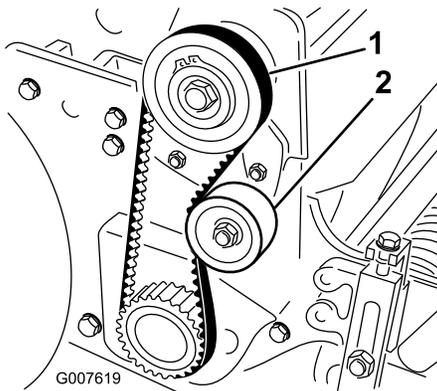

Figura 39
2. Compruebe la tensión presionando la correa en el punto intermedio entre las poleas (Figura 39) con una fuerza de 18–22 N (4 a 5 libras). La correa debe desviarse 6 mm.
la parte trasera de la correa, hasta obtener la tensión deseada (Figura 39).